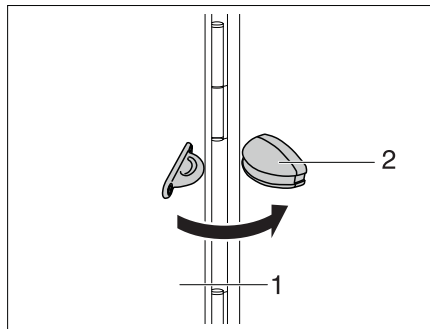

Fig. 54 Freno de la trampilla exterior
- Abrir la trampilla exterior (Fig. 54,1) y plegarla contra la pared del vehículo.
- Empujar la trampilla exterior al freno (Fig. 54,2).
- Retirar la trampilla exterior (Fig. 54,1) con un fuerte tirón del freno (Fig. 54,2).